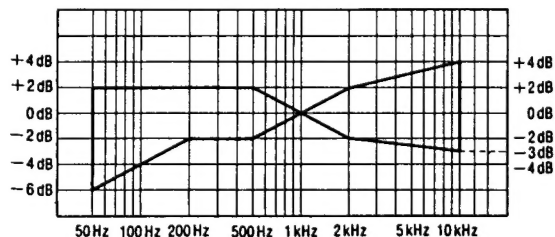

Fig. 4
2. Reproducir la señal grabada en el paso 1 y comprobar que el nivel de cada frecuencia de salida esté dentro de la gama mostrada en la Fig. 4 en comparación con la frecuencia de referencia (1 kHz).